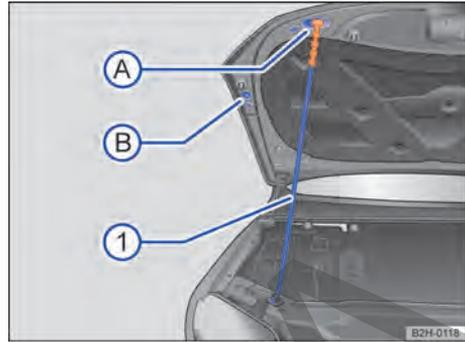

Fig. 176 Fijar el capó delantero con la varilla de sujeción (representación esquemática).
5. Desenganche la varilla de sujeción del lado derecho de la chapa portacierre por el extremo de color → fig. 176 ①.
6. Introduzca el extremo de color de la varilla en la fijación → fig. 176 Ⓐ o Ⓑ.
2. Desenganche la varilla de sujeción del capó del orificio por el extremo de color y encástrela en su soporte en el lado derecho del portacierre → fig. 176 ①.